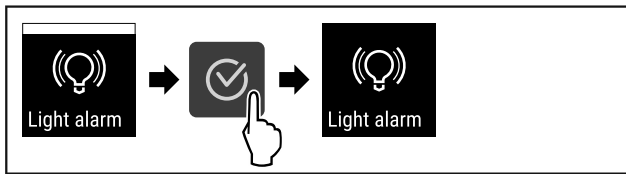

Fig. 120
- ▶ Kryeni hapat e veprimit (shihni Fig. 120).